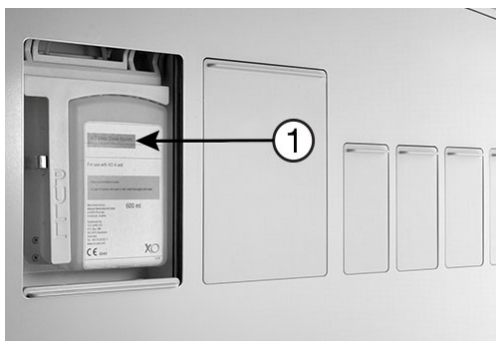

Abbildung 81 – Austausch der XO Water Clean Kartusche
1. Die linke Serviceklappe öffnen - Abbildung 81